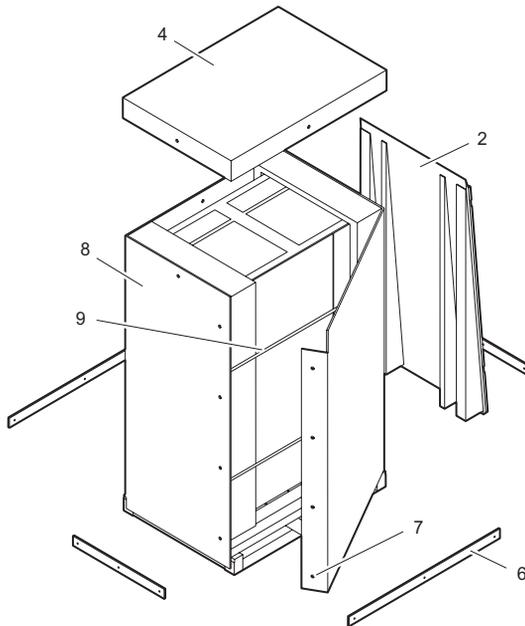
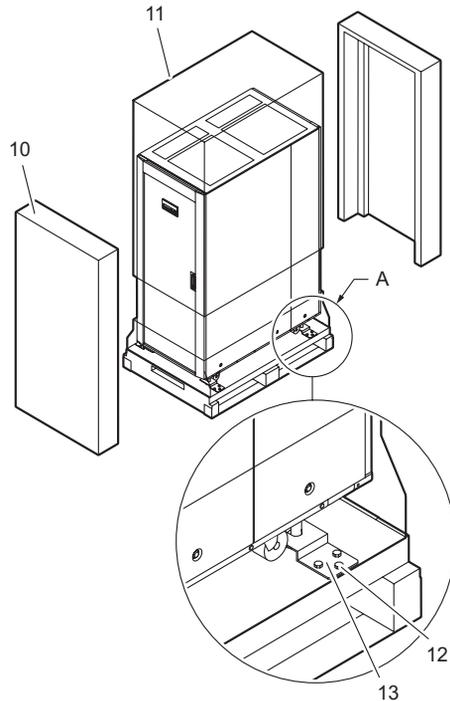

FIGURE 4 Vue explosée du carton de transport
FIGURE 5 Vue interne du carton de transport et emplacement des supports de fixation
4. À l'aide de la clé à molette ou de la clé plate n° 18, retirez les 12 boulons (FIGURE 4, 5) et les quatre baguettes (FIGURE 4, 6). À l'aide du tournevis, retirez les quatre vis (FIGURE 4, 7) et dégagez le carton (FIGURE 4, 8).
5. Coupez les sangles situées à l'intérieur (FIGURE 4, 9) et retirez les deux éléments de protection latéraux (FIGURE 5, 10). Retirez la protection plastique (11). À l'aide de la clé à molette ou de la clé plate n° 18, retirez les 12 boulons (12) et les quatre supports de fixation (13).